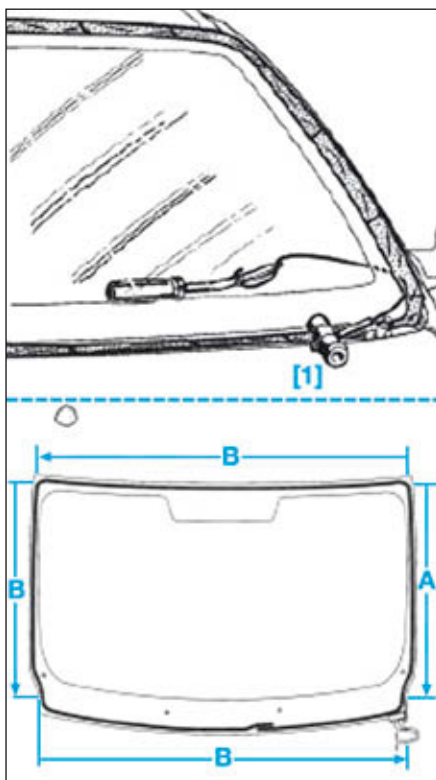

FIG.1
- Faire passer l'alène [1] à travers le cordon de colle, de l'extérieur vers l'intérieur (Fig.1).
- Couper le cordon de colle, en suivant les zones (A), (B) et (C).